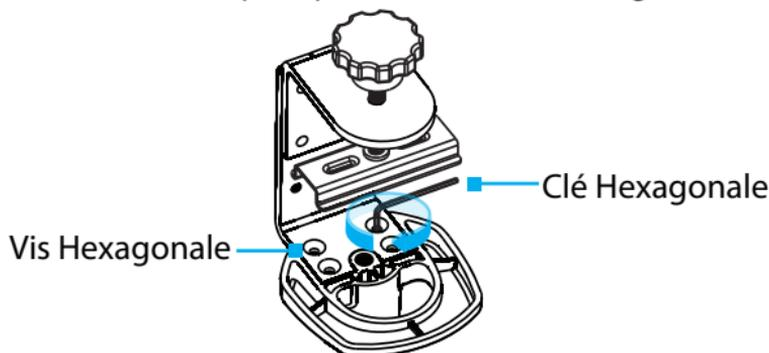

Figure 4
1. Faites pivoter l'**Ensemble de Montage du Mât** de façon à ce que le **Mât** soit orienté vers le bas. Utilisez la **Clé Hexagonale** pour retirer les **Vis Hexagonales** (x4) qui maintiennent la base du **Mât** sur la **Pince de Bureau**. (Figure 4)